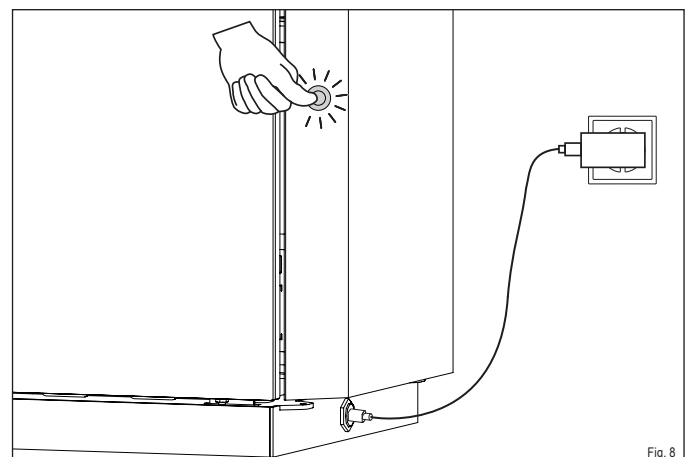

Fig. 8
- ▶ Appuyez sur l'interrupteur marche/arrêt (Fig. 8).